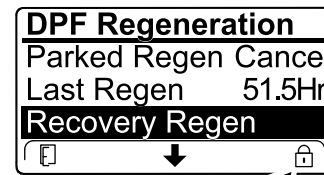

Figure 25
- Si le calculateur moteur n'a pas demandé de régénération d'urgence et que vous naviguez jusqu'à l'option RECOVERY REGEN, la régénération d'urgence se bloque et l'icône de blocage (Figure 25) apparaît en bas à droite de l'InfoCenter.